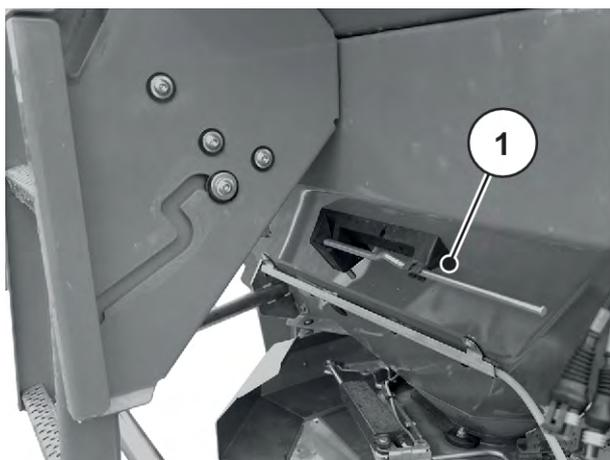

Fig. 32: Position du levier de réglage AXIS xx.2
- ▶ Replacer le levier de réglage dans le support prévu. Voir *Fig. 32 Position du levier de réglage AXIS xx.2*